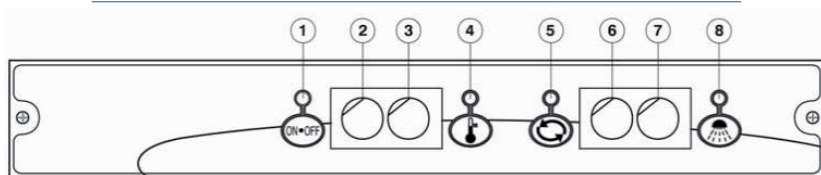

Fig. 14b
3. se in dotazione, azionare la pompa di scarico tenendo premuto il **PULSANTE POMPA DI SCARICO (7)** (fig. 14b, pagina 19)
Per azionare la pompa di scarico, tenere premuto il PULSANTE POMPA DI SCARICO (7) (fig. 14b)